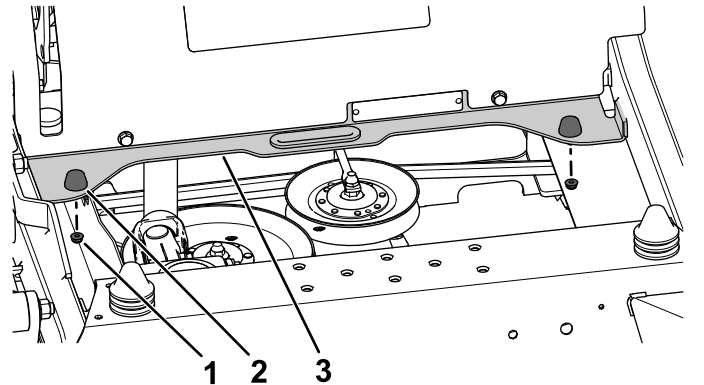

Figura 11
- Retire las 2 contratuercas ($\frac{1}{4}"$) de los topes de goma del travesaño (Figura 11).